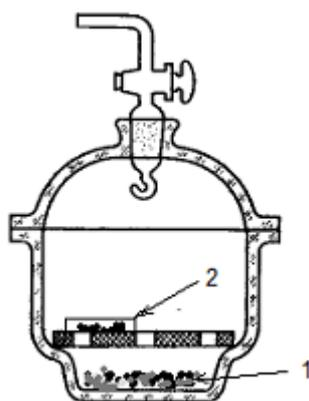

Рис. 8 . Вакуум-эксикатор:
Из вакуум-эксикаторов (рис. 8) через трубку с краном при помощи водоструйного насоса откачивают воздух. Вещество помещают в эксикатор в чашке Петри. В качестве осушителя применяют прокаленный хлорид кальция, оксид фосфора (V), силикагель, натронную известь, гидроксид натрия, сульфат магния или натрия.